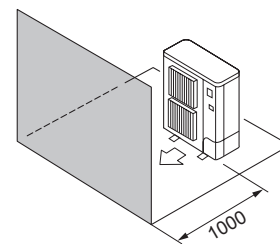

Fig. 2-9
- ④ Obstacole numai în față (Fig. 2-9)